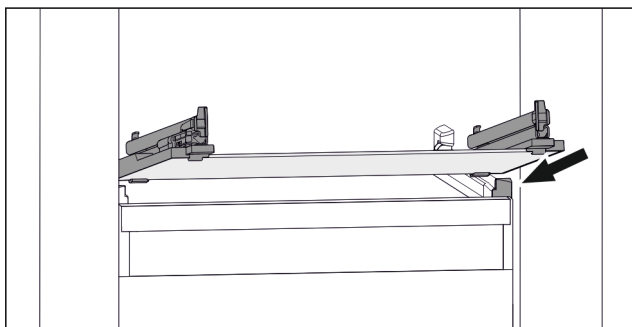

Fig. 28 Примерное отображение стеклянной пластины
- ▶ Наклоняя вниз, установите стеклянную пластину за стопоры. (см. Fig. 28)